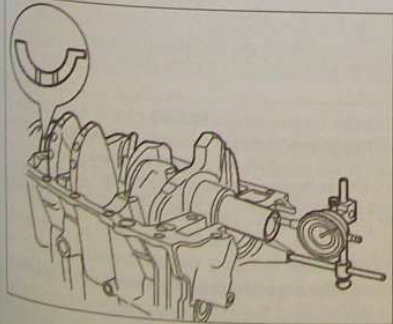

FIG. 56
- poser les cales de réglage du jeu axial du vilebrequin de chaque côté du palier n°2 (rainurés côté vilebrequin et palier n°1 côté volant moteur) (Fig.56).